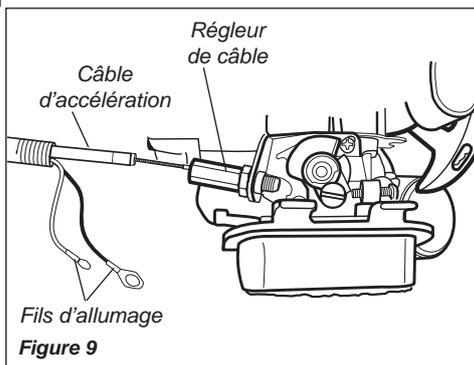

Figure 9
2. Acheminer la gaine cannelée sous le tube de transmission jusqu'à atteindre la partie supérieure gauche du moteur, puis acheminer la gaine à travers le régleur de câble. Voir la figure 9.